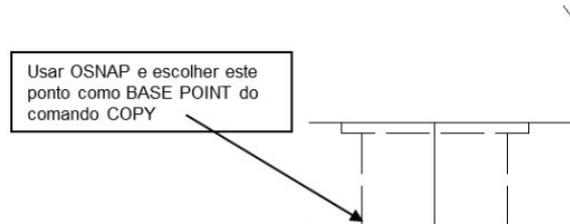

Figura 9 - Utilização do comando *COPY* para fazer o segundo furo da base.
39. Selecione apenas as linhas do furo e mude seu layer para o layer **não visíveis**. Use o comando *LTSCALE* para aprimorar o traçado da linha (passo 12, item 7 – *LAYER*).
40. Copie o furo desenhado na base utilizando o comando *COPY*. Para isso, após entrar no comando, deve-se selecionar as linhas tracejadas que fazem parte do furo a ser copiado (figura 9). Utilize como *BASE POINT* o ponto indicado na figura 9. Como segundo ponto de deslocamento do comando *COPY* digite @-60,0 (essa coordenada faz com que os furos fiquem espaçados a 46 unidades de desenho conforme indica a peça cotada no início do exercício).